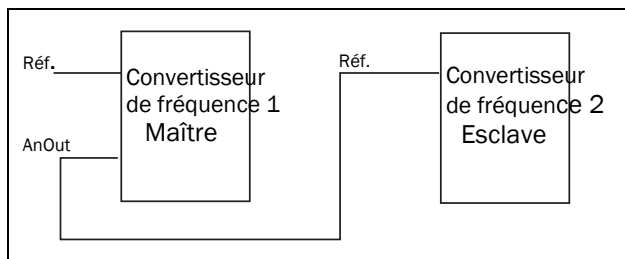

Fig. 141
- signal de référence pour le convertisseur de fréquence suivant dans une configuration Maître/Esclave (voir fig. 141).